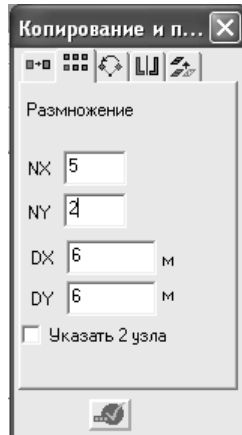

Рис. 1.6. Діалогове вікно **Копирование и перенос**
7. Для копіювання колон виберіть меню **Схема** \Rightarrow \Rightarrow **Корректировка** \Rightarrow **Копирование и перенос**, з'явиться діалогове вікно **Копирование и перенос**, у якому виберіть закладку **Размножение** і введіть параметри копіювання (рис. 1.6).